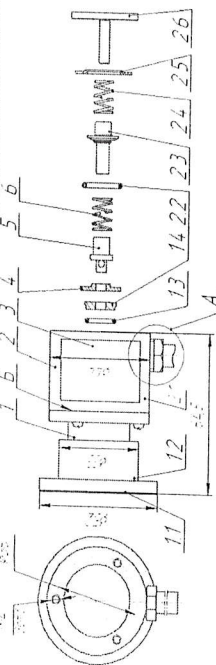

Рисунок 2. Клапан Е
В комплект поставки входит (см. рис.2):
Для удобства монтажа и обслуживания клапан Е (рис.2) разделяется на два функциональных узла: ловитель (1), цокль (2), и детали рабочего клапана: шайба уплотнительная (4), шток (5), пружина (6). Ловитель и детали рабочего клапана доступны для обслуживания и замены при отделении ловителя от цоколя.
Для удобства монтажа и обслуживания клапан Е (рис.2) разделяется на два функциональных узла: ловитель (1), цокль (2), и детали рабочего клапана: шайба уплотнительная (4), шток (5), пружина (6). Детали рабочего клапана доступны для обслуживания и замены при отделении ловителя от цоколя.
5.2 На входную трубку одеть резьбовую и конусную полимерную втулку и вмонтировать в резьбовое отверстие цоколя клапана в соответствии с рис. 2 – вид А. Входную трубку встроить в соответствующую клапану магистраль подачи медицинских газов или создания вакуума. В резьбовое отверстие цоколя может монтироваться непосредственно трубка магистралей подачи медицинских газов или создания вакуума, если она имеет размеры, соответствующие входной трубе. При этом её необходимо предварительно снабдить конусной и резьбовой втулками, как указано для входной трубки, а её торец перед монтажом в цокль развальцевать в соответствии с рисунком 2 – вид А.
- отсоединить ловитель от цоколя, вывернув три винта М4, извлечь детали рабочего клапана, а также уплотнитель штекера и фланец (4, 5, 6, 1.3 и 1.4 – рис.2). После выполнения этой операции клапан обслуживания, расположенный в корпусе цоколя, герметизирует магистраль подачи медицинского газа и давление в ней может быть доведено до рабочего значения выбранного пользователем для этой магистрали;